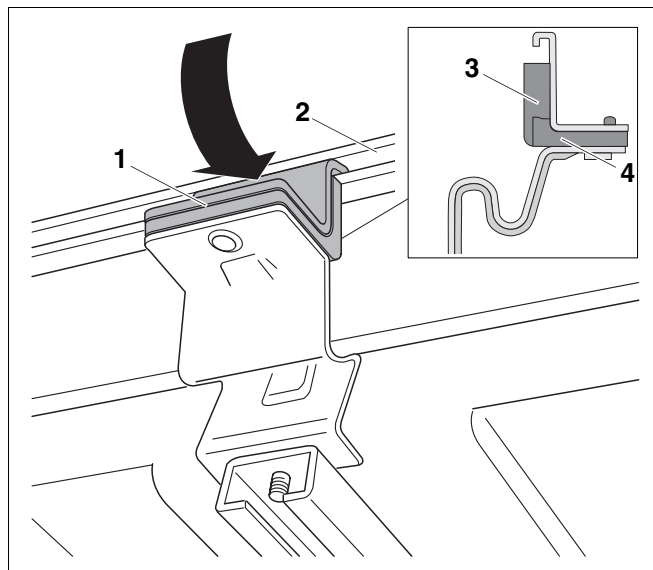

Fig. 8 Enganchar los dispositivos de sujeción del colector
En el dispositivo de sujeción del colector se ha fijado un distanciador de dos piezas (fig. 8, **pos. 3** y **4**) como apoyo del marco.
En caso de colectores con conexiones de boquillas portatubos (marco de colector bajo), debe estar montada la parte superior (fig. 8, **pos. 3**) del distanciador.
En caso de colectores con conexiones roscadas (marco alto) la parte superior (fig. 8, **pos. 3**) del distanciador debe retirarse antes del montaje.
- Incline ligeramente el distanciador hacia delante y coloque el dispositivo de sujeción del colector (fig. 8, **pos. 1**) en la ranura del marco del colector (fig. 8, **pos. 2**).